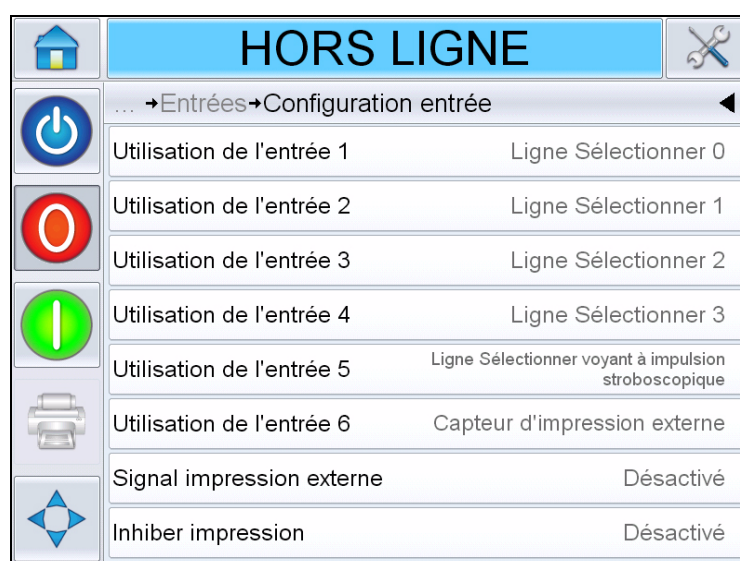

Figure 4-10: Ecran Configuration entrée
- Configuration entrée : affiche l'utilisation des entrées 1-6 et l'état des entrées de ligne O-3, les signaux d'impression, la file d'attente des tâches, etc. (voir Figure 4-10).